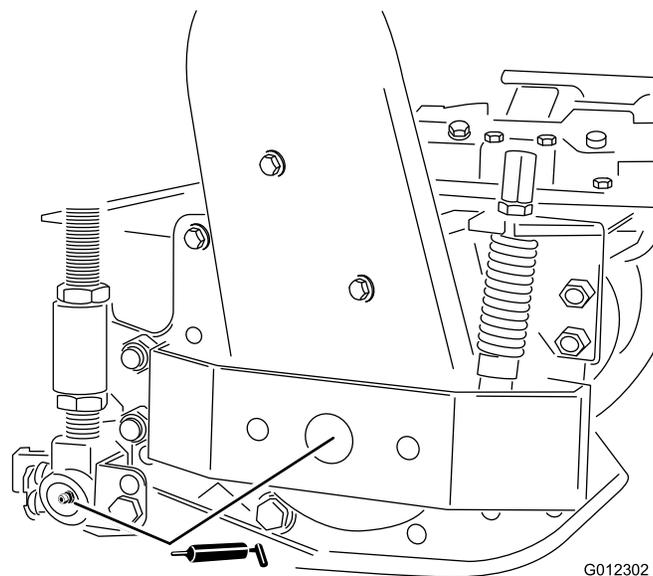

Figura 28
- Cilindro da unidade de corte e rolamentos do rolo (Figura 28)